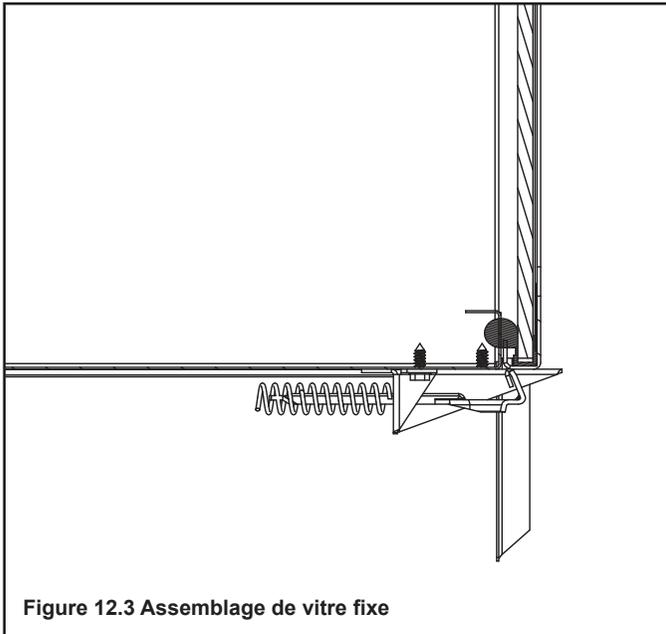

Figure 12.3 Assemblage de vitre fixe
- La vitre est fixée au poêle à quatre endroits. Quatre des mécanismes de fixation de la vitre sont des loquets à ressort. Un loquet de vitre est illustré à la Figure 12.3.